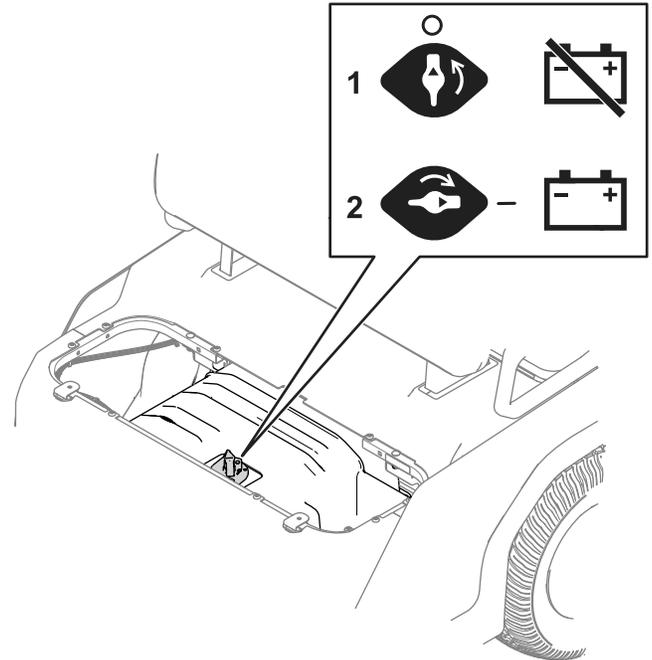

図 31
3. 図 31 のように、バッテリー遮断スイッチを希望位置にセットする。